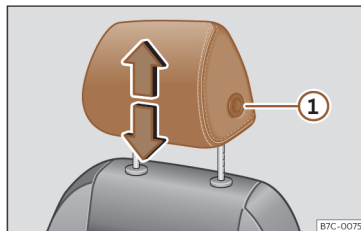
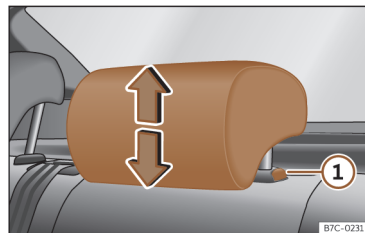

Fig. 70 Siège avant : réglage de l'appuie-tête.
Fig. 71 Appuie-tête arrière : réglage de l'appuie-tête.
- Saisissez l'appuie-tête des deux côtés avec les mains puis poussez-le vers le haut jusqu'à ce qu'il s'enclenche dans la position désirée. Pour le rabaisser, faites de même en appuyant sur le bouton latéral ① >>> fig. 70 , >>> fig. 71.